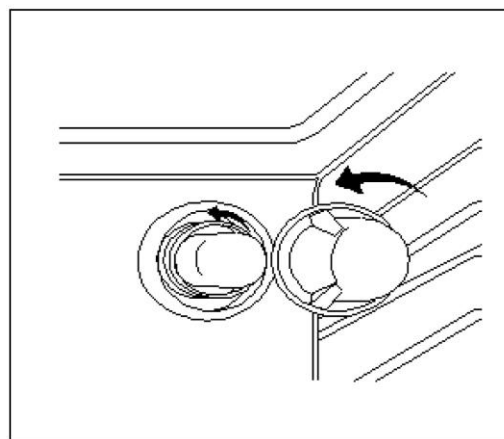

Figure 11
2. Veuillez enlever le couvercle de verre du support à lampe en le tournant dans le sens antihoraire. Voir la figure 11.